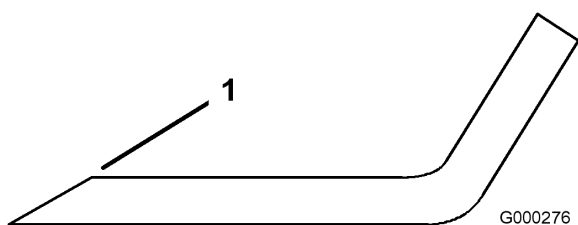

Figure 42
1. Au moyen d'une lime, aiguissez les tranchants aux deux extrémités de la lame (Figure 42) en veillant à conserver l'angle de coupe d'origine. Limez la même quantité de métal sur chacun des deux tranchants pour ne pas déséquilibrer la lame.